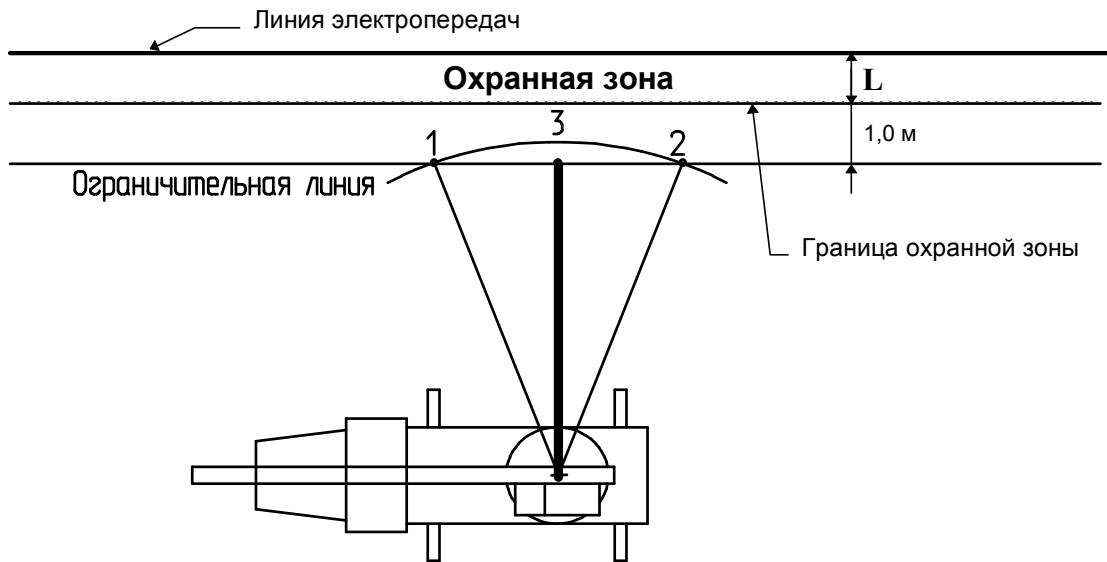

Рисунок 5 - Ввод ограничения СТЕНА
3.3.6.1.1 Ввод ограничения типа "ЛЭП" (СТЕНА) вести в следующей последовательности (см. рисунок 5).